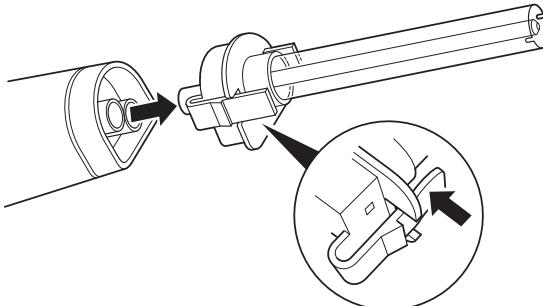

Figure 2 – Retrait de l'embout
- Appuyer sur le mécanisme de déverrouillage de l'embout et détacher l'embout de la pièce à main (figure 2).